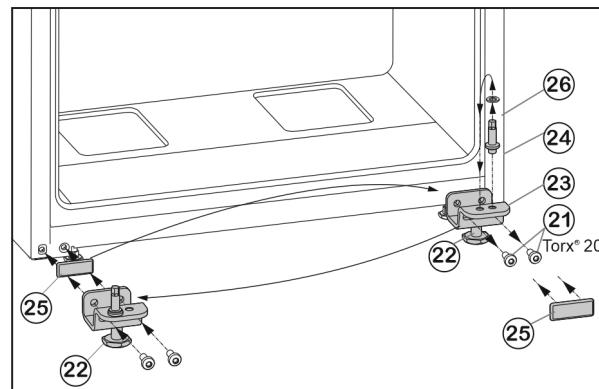

Fig. 7
- ▶ Vyskrutkujte upevňovacie skrutky Fig. 7 (21).
- ▶ Kompletnú ložiskovú konzolu dole Fig. 7 (23) odoberte spolu s ložiskovým čapom Fig. 7 (24), podložkou Fig. 7 (26) a nastaviteľnou nohou Fig. 7 (22).
- ▶ Ložiskový čap Fig. 7 (24) kompletne spolu s podložkou Fig. 7 (26) vyskrutkujte, premiestnite ho do protiahľadého otvoru uloženia ložiskovej konzoly a znova ho pevne priskrutkujte.
- ▶ Opatne odnímte kryt Fig. 7 (25) a premiestnite ho na opačnú stranu.
- ▶ Ložiskovú konzolu dole Fig. 7 (23) kompletne spolu s ložiskovým čapom Fig. 7 (24), podložkou Fig. 7 (26) a nastaviteľnou nohou Fig. 7 (22) znova naskrutkujte na novú stranu závesu, príp. ju znova pomocou akumulátorového skrutkovača **pevne utiahnite (4 Nm)**.
- ▶ Spodné dvere nasadťte zhora na ložiskový čap Fig. 7 (24).
- ▶ Vytočte nastaviteľnú nohu Fig. 7 (22) na ložiskovej konzole dole Fig. 7 (23), pokiaľ nedosadá na podlahu.